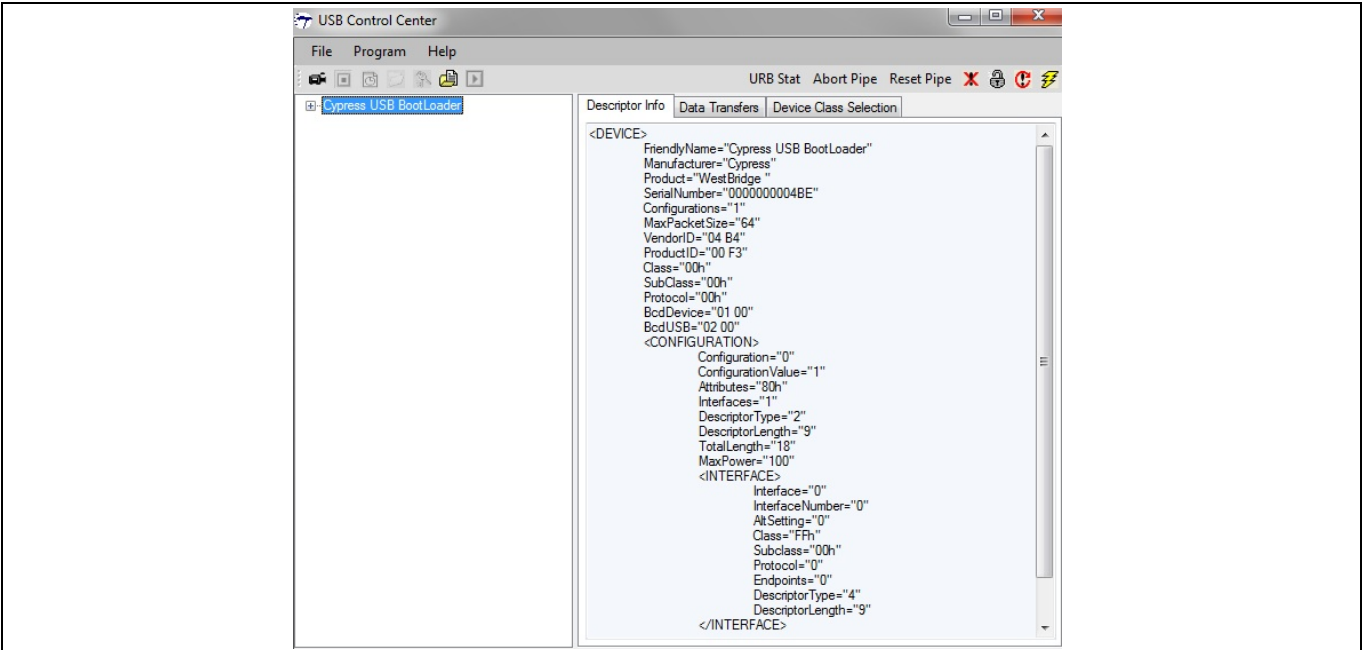

Figure 30 Cypress USB BootLoader 在 Control Center 中的枚举
3. 当连接至 USB 主机时, FX3 器件在 USB Control Center 中作为 "Cypress USB Bootloader" 进行枚举, 如 **Figure 30** 中所示。